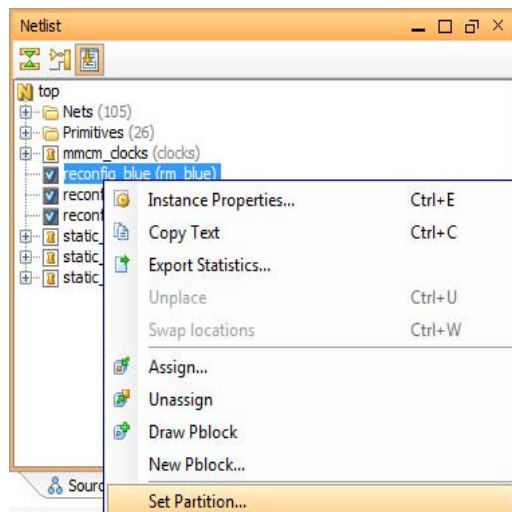

図 4-6 : パーティションをリコンフィギャラブルとして設定
1. 図 4-6 に示すように [Set Partition] をクリックします。